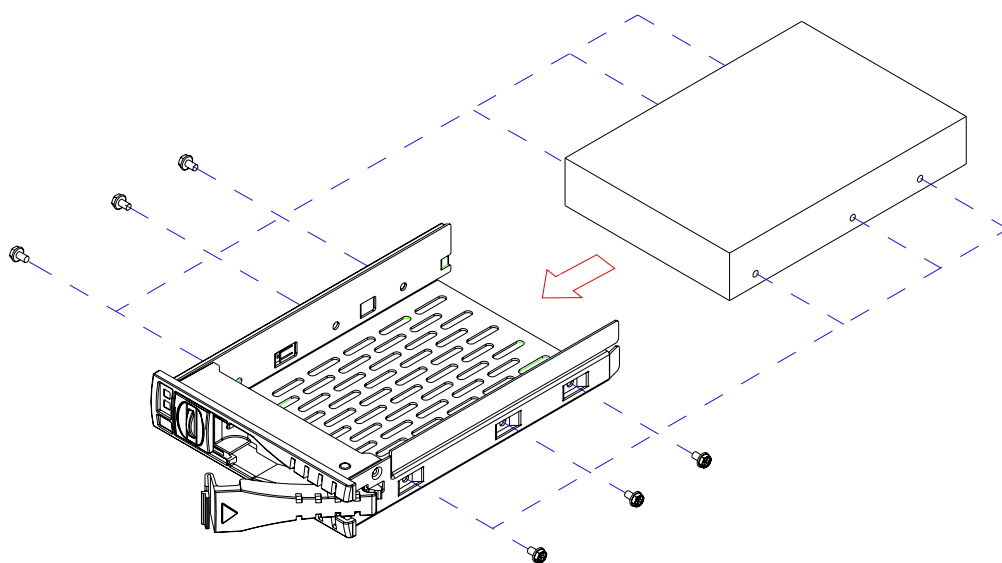

图 2.11：安装 SATA HDD
4. 用螺丝将 3.5" SATA HDD 固定在可移动托架上（如图 2.11 所示）。